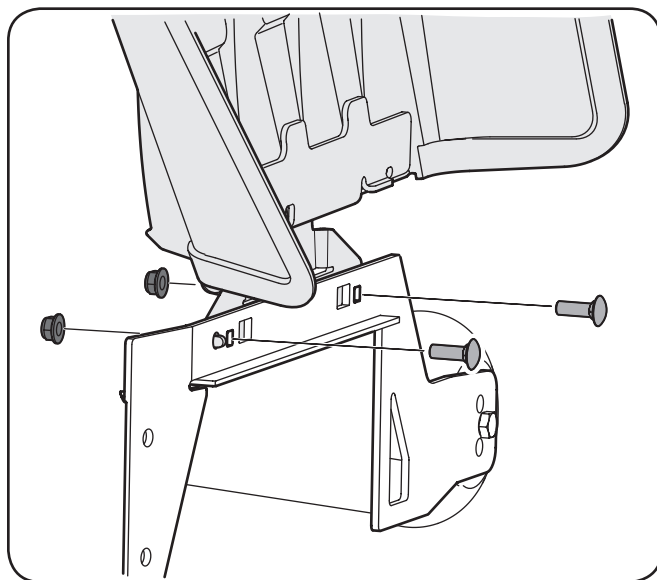

Figure 3-5
1. Retirez les boulons de carrosserie et les écrous autobloquants du support de montage sur le plateau de coupe. Voir Figure 3-5.
2. Utilisez la quincaillerie retiré à l'étape précédente pour installer le déflexeur d'éjection. Voir Figure 3-5.